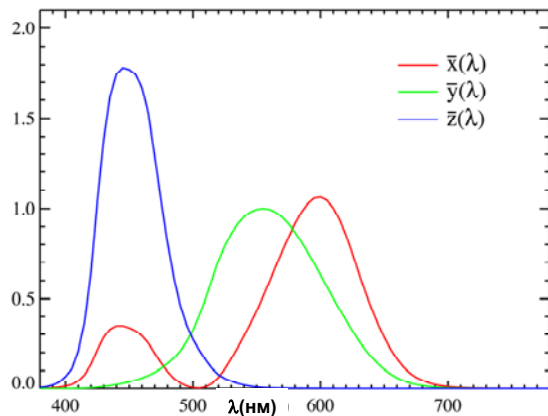

Рис. 2-7. Функции распределения восприятия трех основных цветов глазом здорового человека.
3. Для того, чтобы создавать источники излучения того или иного цвета, а тем более дисплеи, которыми современный человек пользуется ежедневно, необходимо учитывать чувствительность его глаза к восприятию различных цветов. На рис. 2-7 изображены функции соответствия цветов, которые были получены *Райтом* (1928 г.) и *Гилдом* (1930 г.)